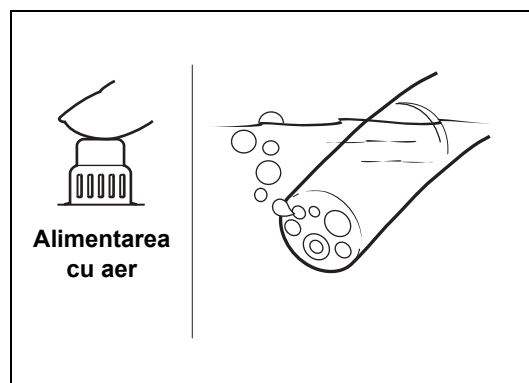

Figura 4.5
- 4 Se face alimentarea cu aer/apă prin endoscop. Dacă scufundați capătul distal al endoscopului în apă și acoperiți cu atenție orificiul de ventilație de pe valva de trecere a aerului/apei, trebuie să iasă aer prin capătul distal al endoscopului. Puteți confirma dacă se face alimentarea cu aer verificând dacă se generează bule de aer. (Consultați Figura 4.5.)